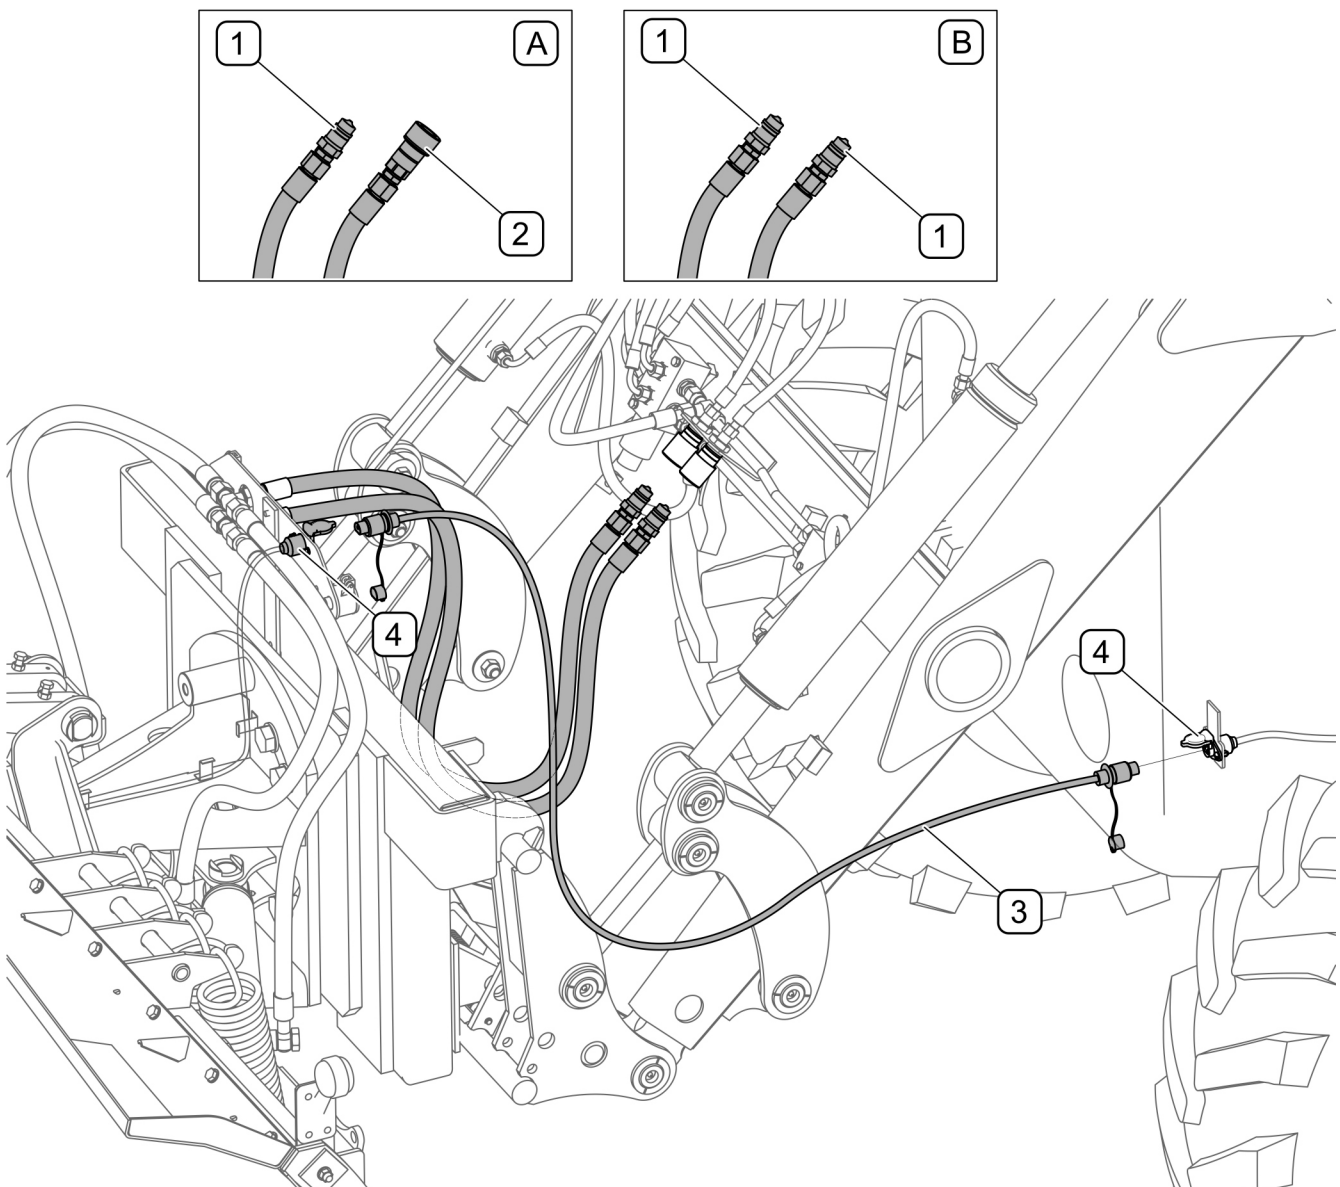

РИСУНОК 4.6 Присоединение гидравлической и электрической систем к снеговому плугу
Штекеры гидропроводов (1), (2) управления плугом (РИСУНОК 4.6) нужно подсоединить к разъемам внешней гидравлики для обслуживания рабочего органа, присоединенного к погрузчику. Плуг, приспособленный для работы с фронтальным погрузчиком ŁC-1650 имеет два гидравлических разъема (1), а для работы с погрузчиками с евро-сцепкой - штекер (1) и разъем (2). Штекер присоединительного провода (3) системы электропитания боковых габаритных фонарей необходимо присоединить к 3-пиновою разъему (4) плуга и трактора. Электропровода должны быть проложены таким образом, чтобы их было невозможно повредить в ходе работы.